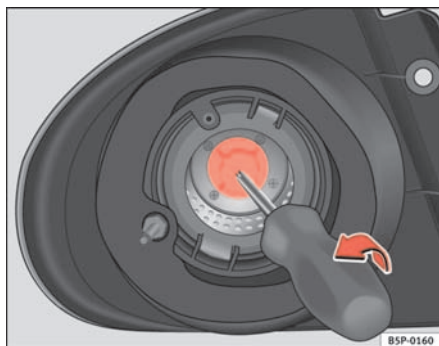

Abb. 191 Blinklicht
- Die Fassung des Blinkers mit einem Schraubenzieher in Pfeilrichtung herausnehmen (siehe ⇒ Abb. 191).